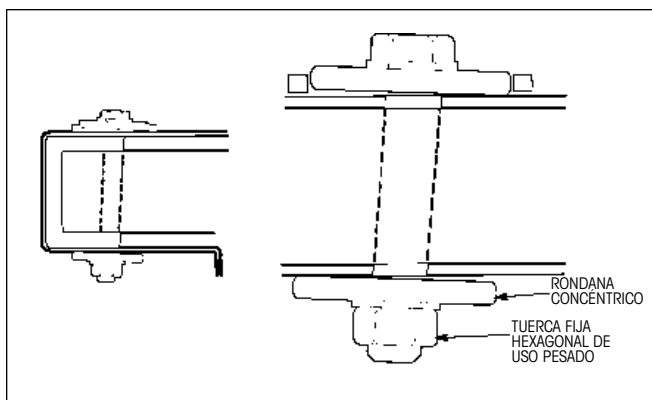

Figura 25. Equipo de conexión de pivote "acunado"
**IMPORTANTE:** Los golpes permitirán que las rondanas concéntricas y excéntricas se muevan simultáneamente. Si las rondanas no se mueven al mismo tiempo, la rondana concéntrica puede acunarse en la percha principal durante el ajuste. El resultado de una rondana acunada (Figura 25) es una alineación incorrecta.